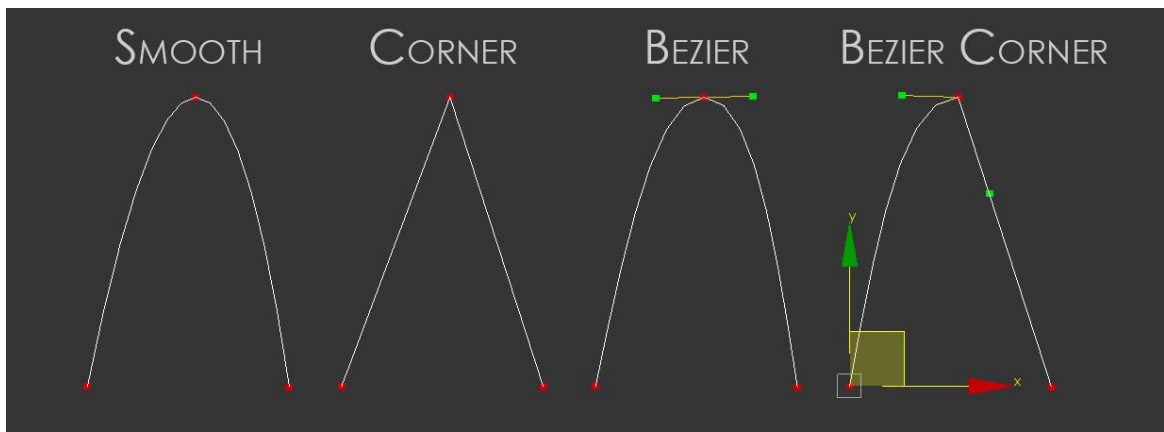

Рисунок 66 – Основные типы точек в 3ds max
4. **Угол Безье (Bezier Corner)** – это свойство также дает пользователю возможность с помощью направляющих управлять формой кривой, но в данном случае вектора являются независимыми и позволяют задавать угол в точке (рис. 66)